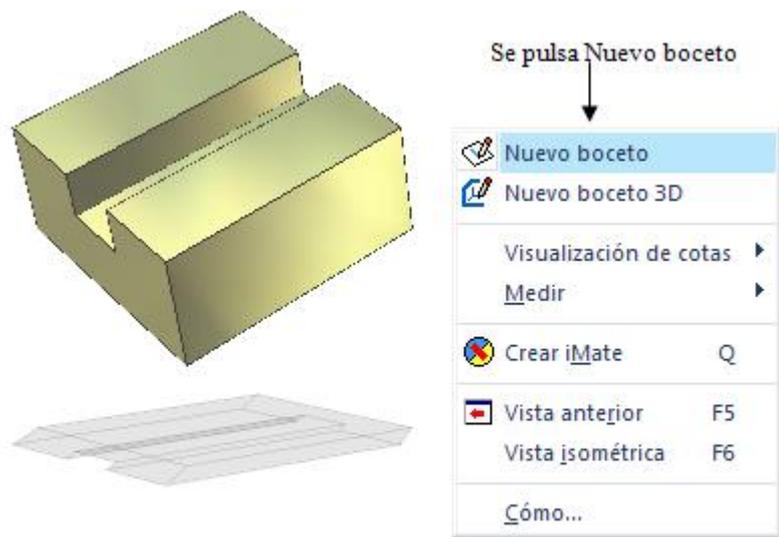

Figura 19. Para seleccionar nuevo boceto
- Aparecerá una ventana en la cual se selecciona, con el botón izquierdo del ratón el icono Nuevo Boceto. Representado mediante la figura 19.